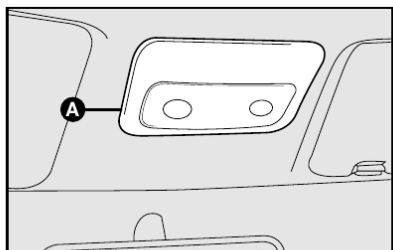

fig. 39
CONJUNTO DA LUZ INTERNA **fig. 39 e 40**
- com uma chave de fenda no ponto **A-fig. 39**, remover o conjunto da luz interna montada a pressão pelas travas **B-fig. 39**.